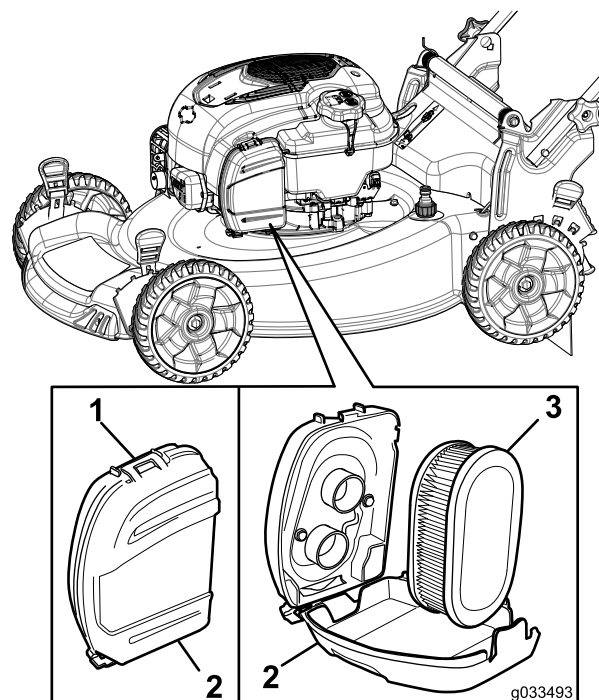

Рисунок 26
1. Расфиксируйте защелку в верхней части крышки воздушного фильтра (Рисунок 26).
2. Извлеките воздушный фильтр (Рисунок 26).